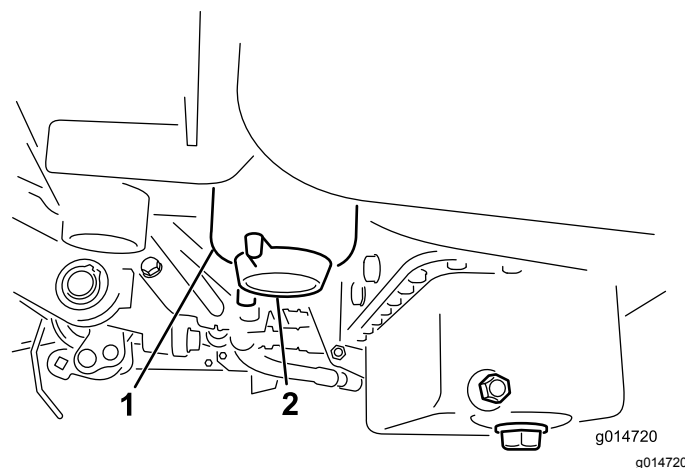

Рисунок 28
3. Откройте сливную пробку на топливном фильтре примерно на один оборот и слейте всю накопившуюся воду (Рисунок 28).